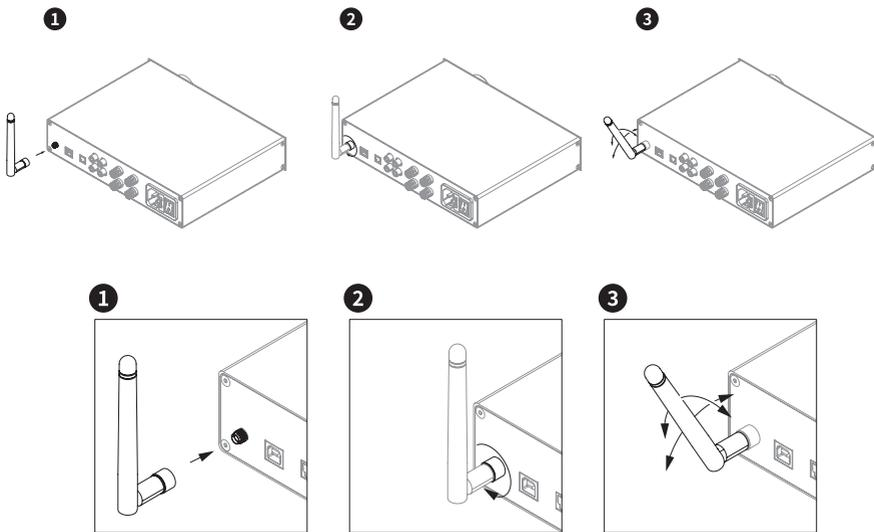

图 6.HA200 BT - 安装 BT 天线。
使用合适的扬声器线缆将您的 HiFi 扬声器连接到 HA200 BT HiFi 立体声功放。① 将高保真扬声器的负 (-) 接口连接至 HA200 BT 功放器输出 (Speaker Out) 的负 (-) 接口 (图 6 显示了右输出为例)。② 将高保真扬声器的正 (+) 接口连接至同一功放器输出的正 (+) 接口。用同样的方法将第二个高保真扬声器连接到第二个扬声器输出端。